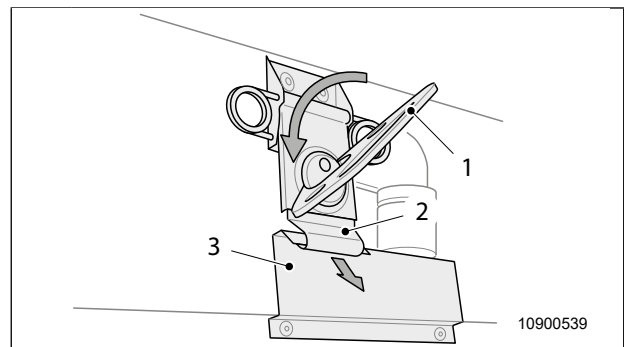

Fig. 38 Cierre giratorio
4. Abrir el cierre giratorio (Fig. 38) en el lado derecho e izquierdo:
- Desplegar la empuñadura (Fig. 38, pos. 1) del cierre giratorio.
- Desenganchar el gancho móvil del cierre giratorio (Fig. 38, pos. 2) de la pieza fija opuesta (Fig. 38, pos. 3).